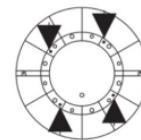

Рис. 3
- Используя 4 крепёжных винта, прикрепите основание (1) к нижней части корпуса (3) (рис. 3).
- Установите вентилятор вертикально на основание (1).